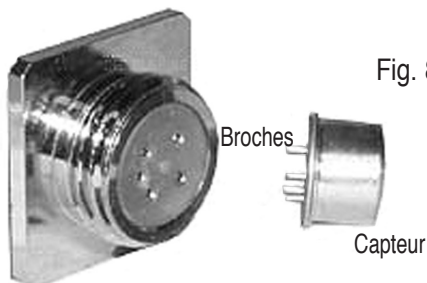

Fig. 8
4. Maintenez l'unité face avant vers vous et notez la connexion du capteur à l'intérieur de la douille filetée sur l'extrémité de l'unité. Il y a cinq (5) trous correspondant aux cinq (5) broches du capteur, trois (3) à gauche et deux (2) à droite (reportez-vous à la Fig. 8).